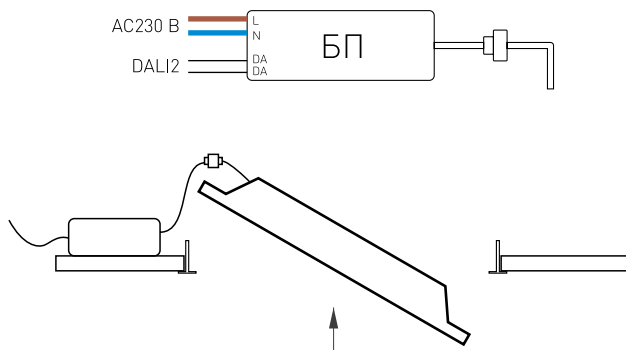

Рис. 2. Установка и подключение светильника
- 3.5. Установите светильник и блок питания в ячейку Т-профиля «Армстронг», как показано на рис. 2. Не размещайте блок питания на задней поверхности светильника. Разместите его на соседней декоративной панели. Это снизит нагрев и продлит срок службы светильника.